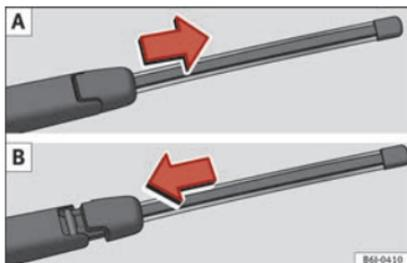

Fig. 74 Retirar e colocar a escova do limpa-vidros traseiro.
- Deslizar o adaptador da escova na direção da seta e retirar a escova »» **Fig. 74 A**.
- Posicionar a escova, tal como se indica na »» **Fig. 74 B** e deslizar o adaptador até que encaixe.